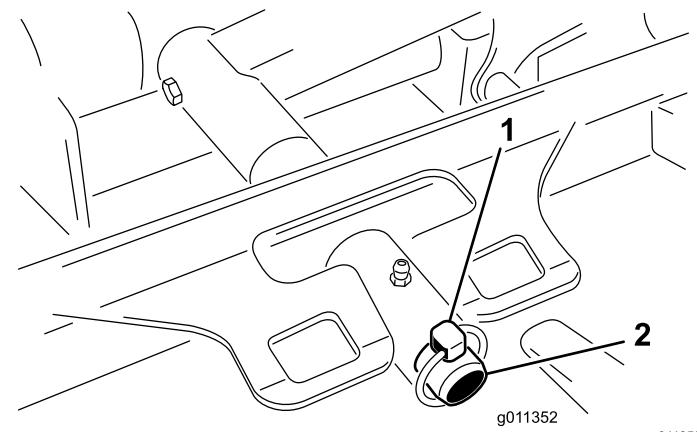

図 98
3. デッキのキャリアフレームを昇降アームのピボットピンに固定しているリンチピングランドマスター 4500またはリテナナットランドマスター 4700を外す図 98。
2. デッキのキャリアフレームを昇降アームのピボットピンにセットする図 98。デッキをピンに取り付け